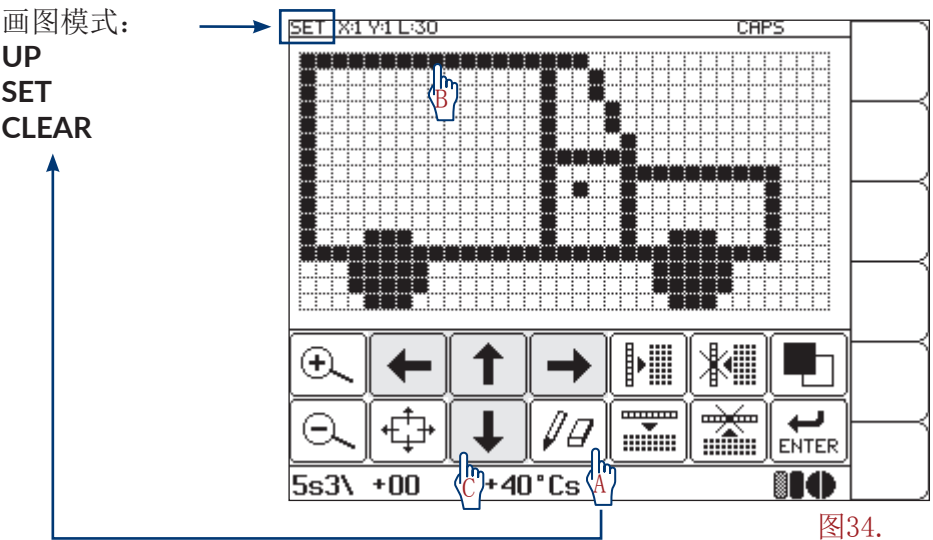

图34.
- 按  图标 (A) (见 图34) 将画图模式设置为 SET
- 用一个不太尖的工具如笔尖 (B) 直接按几个连续的点
所选画图模式的标识显示在信息栏 **1g** (见 第113页图34) 上。